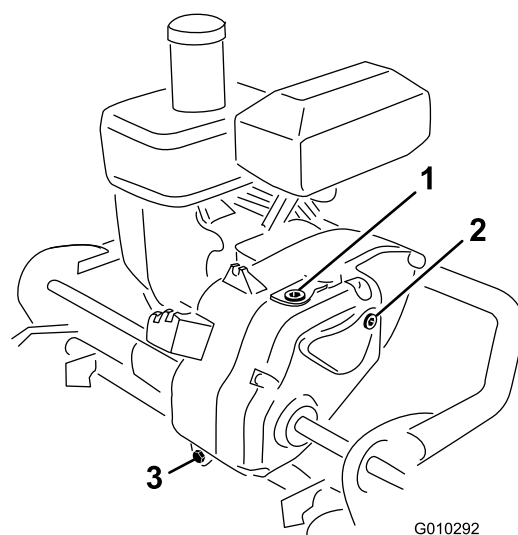

図 28
2. トランスミッション右側にある点検プラグ（図 28）を抜き取る。穴の位置までオイルがあればよい。不足であればトランスミッションの上部にある補給プラグを外し、点検穴の位置まで適切なオイルを補給する。
2. トランスミッション後部にあるドレン・プラグ（図 28）を抜いてオイルを抜く。
3. ハンドルを押さえて機体を後ろにそらす。トランスミッションから補給プラグと点検プラグ（図 28）を外す。